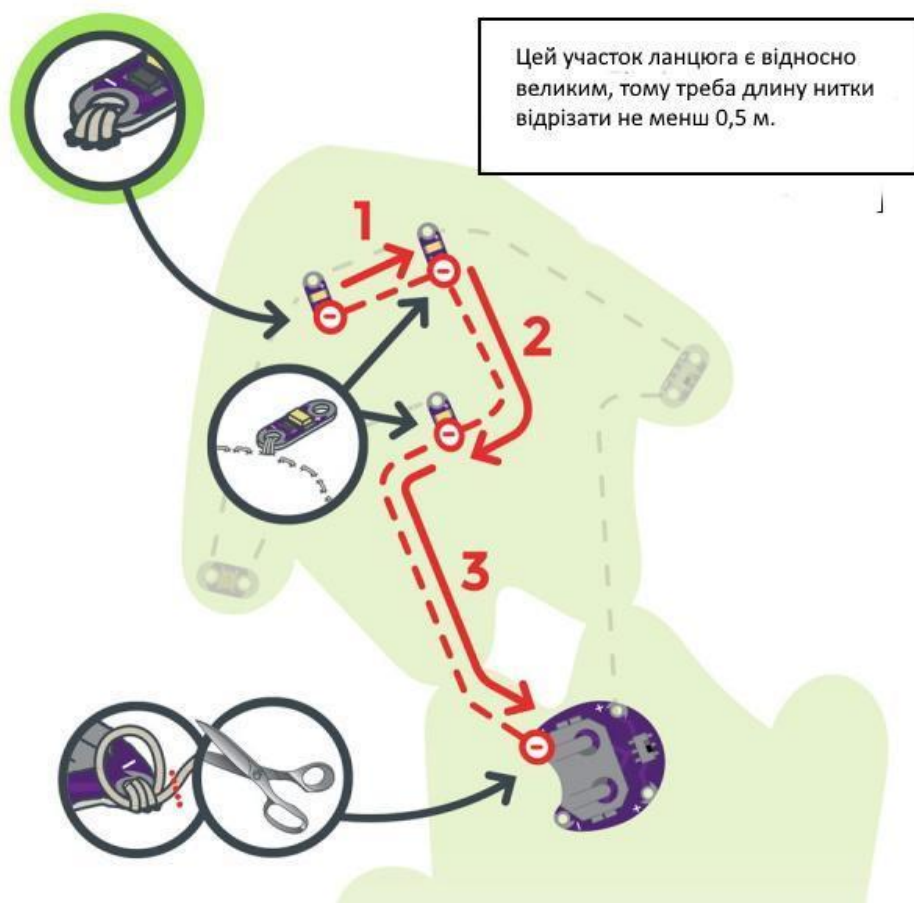

Рис. 5.22. Завершальний етап шиття
**Крок 6. Завершення шиття.** Нарешті, треба зшити всі негативні зв'язки. З новим шматочком нитки прострочіть три-чотири петлі на негативній (-) зшитій вкладці першого світлодіода і з'єднайте її з негативними накладками на інших світлодіодах, закінчуючи на негативній вкладці тримача батареї. Потрібно переконатися, що на кожному з'єднанні робиться три-чотири петлі (рис. 5.22).